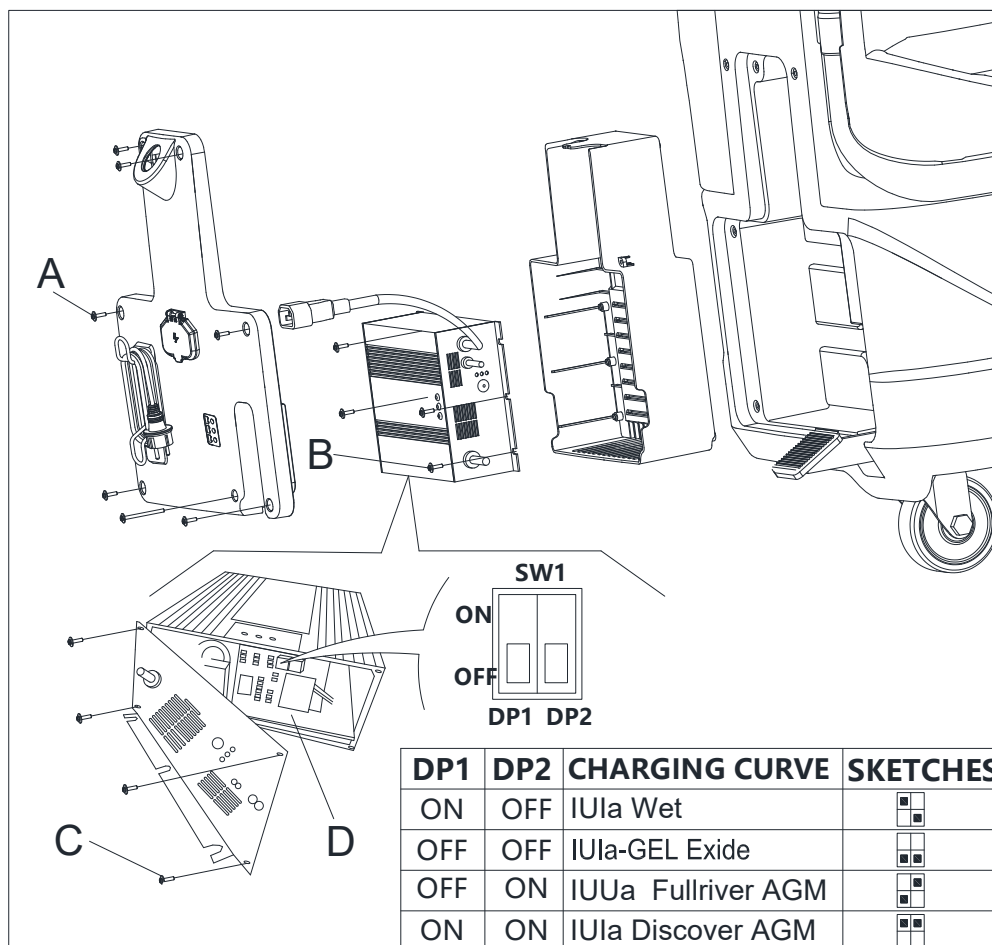

Figura 4.1
11. Quite los tornillos (A, B, C, Figura 4.1).
12. Abra el cargador y busque sw1 (D, Figura 4.1).
13. Configure los interruptores del modo indicado en la tabla de la Figura 4.1.
14. Coloque los tornillos (A, B, C, Figura 4.1) después de haber completado la configuración.